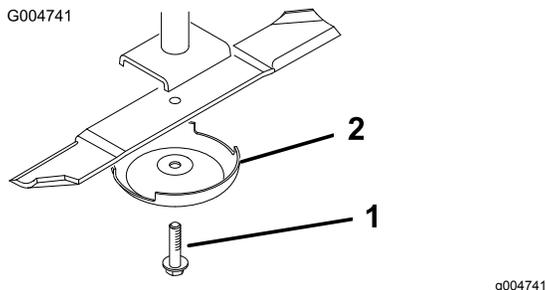

Рисунок 83
2. Возьмитесь за конец ножа рукой в перчатке на толстой подкладке или через слой ветоши. Снимите болт ножа, защитный колпак и нож со шпинделя (Рисунок 83).